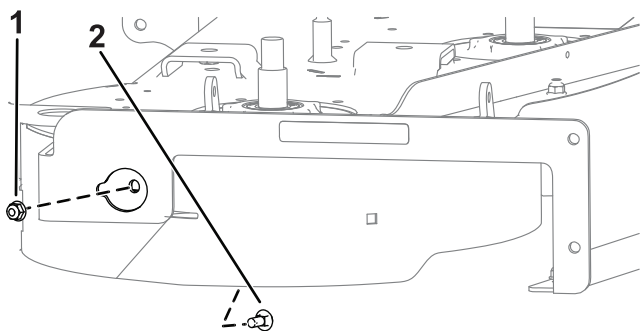

Bild 3
2. Fixez le côté droit du déflecteur droit à l'aide d'un boulon de carrosserie (5/16" x 3/4") et d'un écrou à embase (5/16"), comme montré à la **Bild 3**.